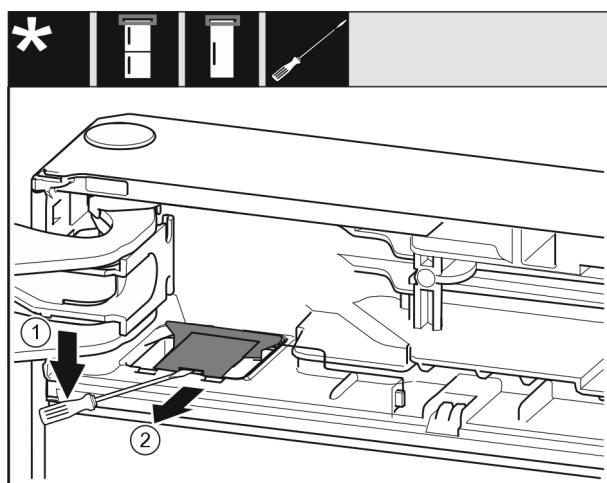

Fig. 7
- ▶ Plochým šroubovákom uvolněte kryt a zvedněte jej nahoru. Fig. 7 (1)
- ▶ Sejměte kryt. Fig. 7 (2)